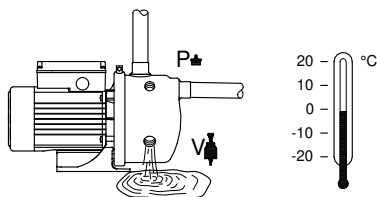

Fig. 8 Tömning av pumpen
Töm pumpen genom att skruva ur pluggen (P) samt pluggen eller ejektorventilen (V). Se fig. 8.